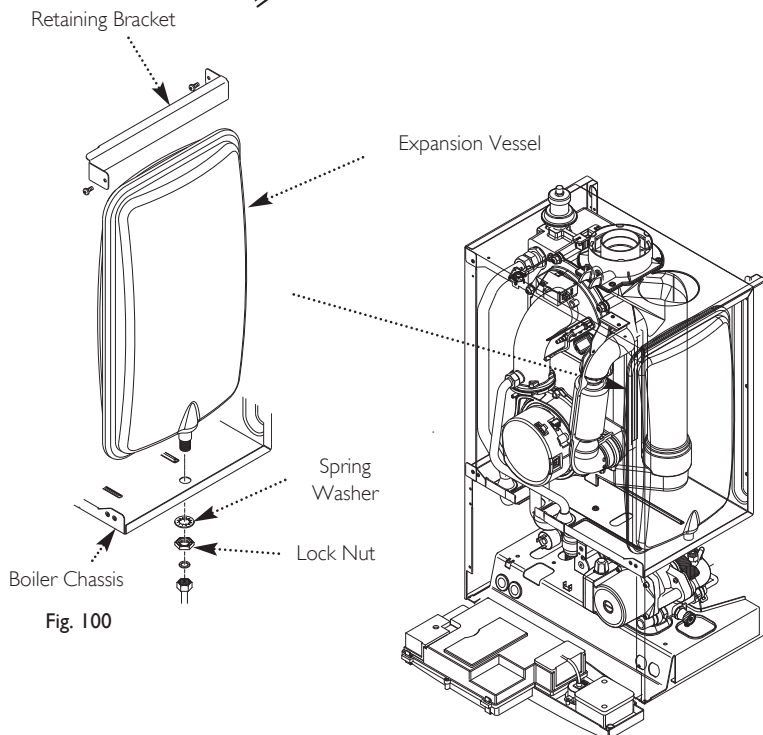

Fig. 100
14.23 Expansion Vessel (Fig. 100)